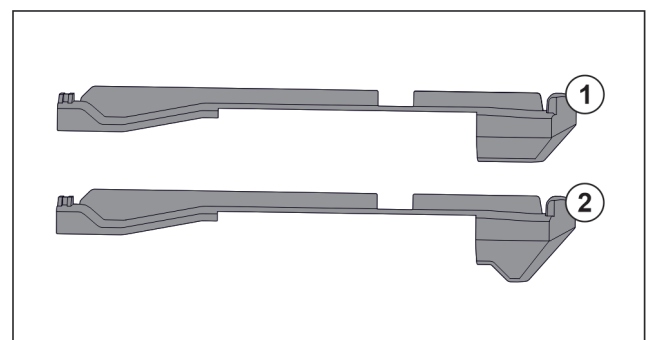

Fig. 220 Vergleich der Aufsteckteile
Im Gerät befinden sich zwei unterschiedliche Aufsteckteile. Das Aufsteckteil über dem untersten Schubfach Fig. 220 (2) hat eine dreieckige Kante. Alle anderen Aufsteckteile Fig. 220 (1) haben eine gerade Kante.
- ▶ Aufsteckteil Fig. 220 (2) mit der dreieckigen Kante über dem untersten Schubfach anbringen.
- ▶ Aufsteckteil Fig. 220 (1) mit der geraden Kante an allen anderen Stellen anbringen.